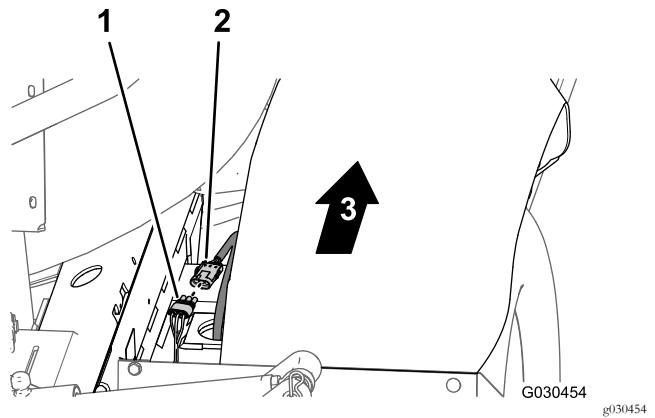

Figura 117
- Nella parte posteriore della macchina (tra il tubo del telaio di destra e il parafango destro), collegate il connettore a 3 pin del cablaggio del sensore di velocità nel motore di trazione idraulica destro al connettore a 3 prese (non marcato) del cablaggio preassemblato posteriore (Figura 117).